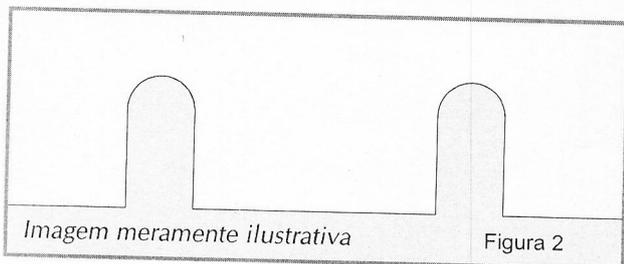

Figura 2
- ✓ Caso necessite, você poderá utilizar os calços da contrafaca (Figura 2) para ajustar a distância em 1,5 mm para aproximar a faca da contrafaca.